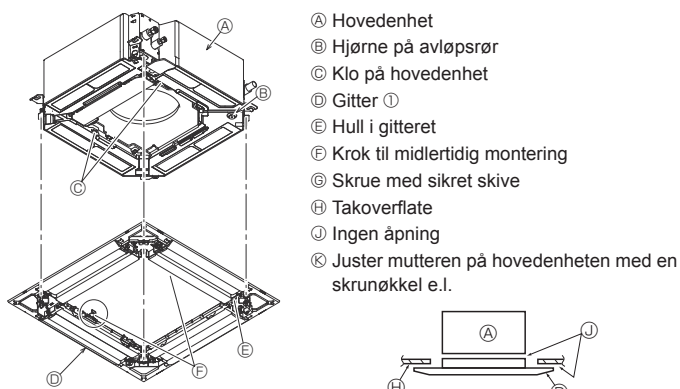

Fig. 9-6
### 9.4.2. Midlertidig montering av gitteret (Fig. 9-6)
- Fest gitteret på hovedenheten ved å stramme de forhåndsmonterte skruene. (Fig. 9-6)
- Sørg for at det ikke er noen åpninger mellom hovedenheten og gitteret eller mellom gitteret og takoverflaten. (Fig. 9-6)